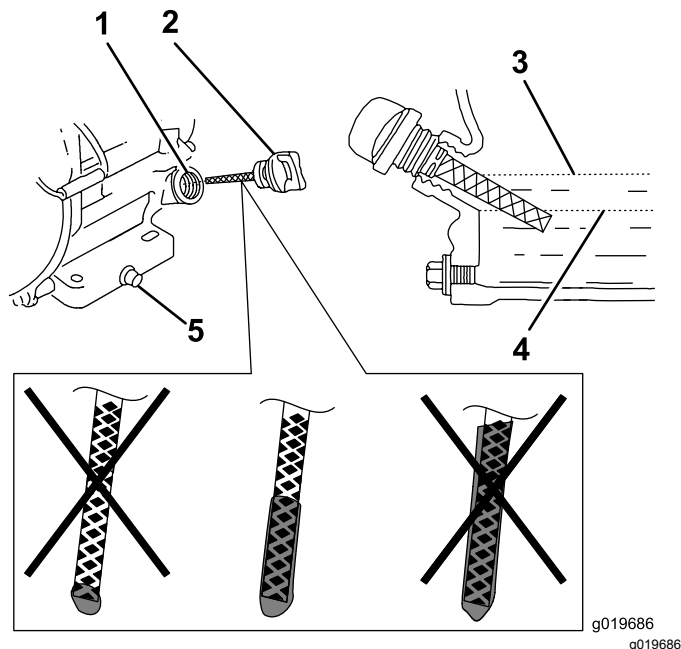

Bild 18
6. Nehmen Sie den Peilstab heraus und prüfen Sie den Motorölstand (Bild 18).